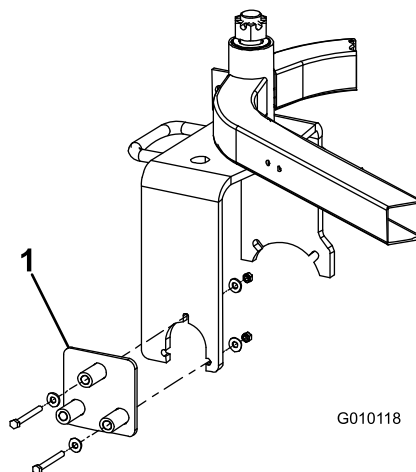

Рисунок 1
1. Закрепите направляющую для сверла с правой стороны вилки колеса с помощью двух болтов (5/16 x 3 дюйма), 4 шайб и 4 гаек (Рисунок 1).